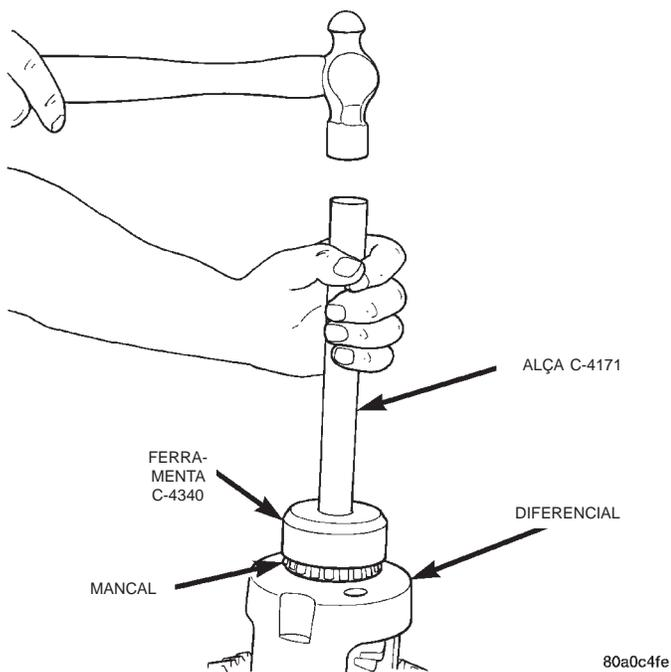

Fig. 23 Instalação dos Rolamentos Laterais do Diferencial — Eixo de 8 1/4
(1) Instale os rolamentos laterais do diferencial. Utilize:
- Instalador C-4340 com alça C-4171 para o eixo de 8 1/4 (Fig. 23).
(2) Instale a caixa do diferencial na carcaça do eixo.